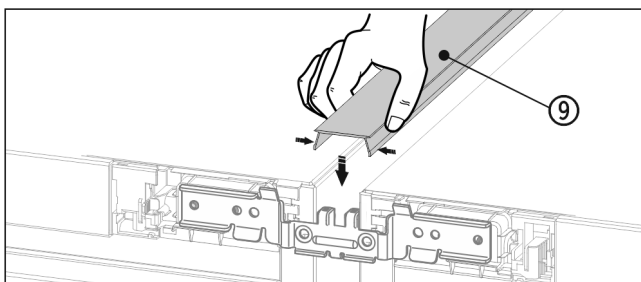

Fig. 26
- ▶ Aan de bovenzijde de korte afdeklijst Fig. 26 (9) in de horizontale spleet drukken.